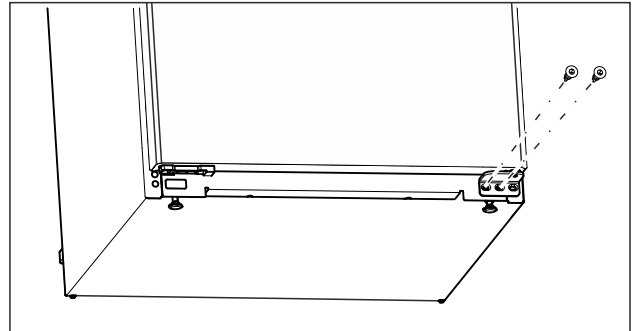

Fig. 10
- ▶ Відкрутіть середній гвинт на нижньому опорному кронштейні за допомогою викрутки Torx 20. (див. Fig. 10)
- ▶ Відкрутіть внутрішній гвинт на нижньому опорному кронштейні за допомогою викрутки Torx 20. (див. Fig. 10)